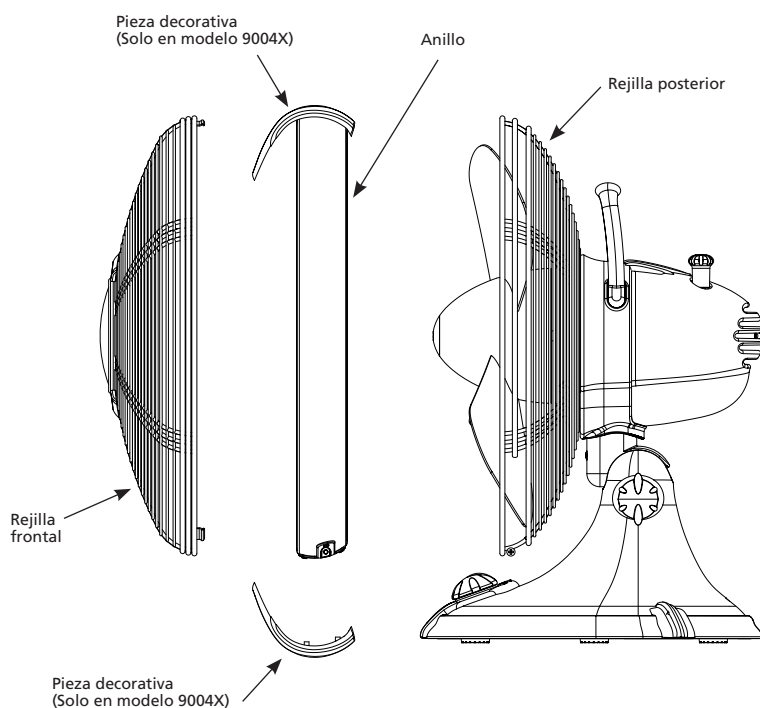

FIGURA 5
3. Retire el anillo, la pieza decorativa inferior (solo en los modelo 9004X) y la rejilla delantera. Vea la Figura 5.